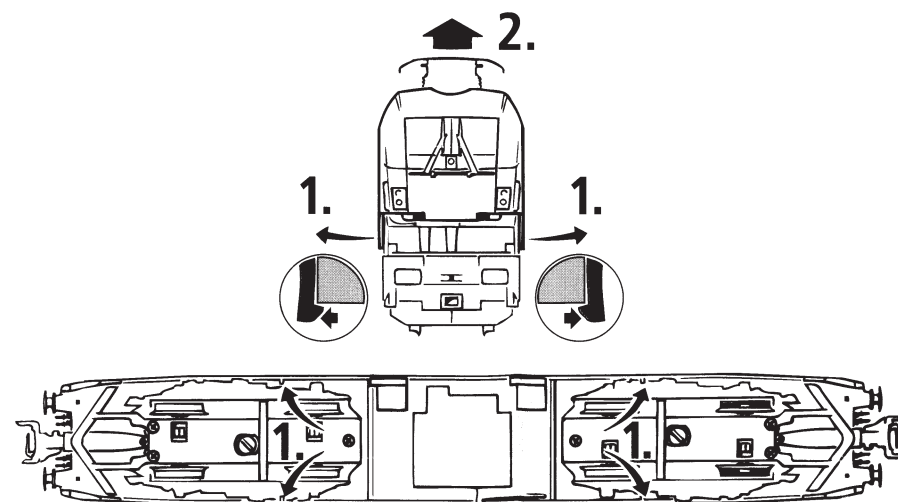

Fig. 4
1. Reinigung der Radstromkontakte: Radstromkontakte können auf unsauberen Schienen leicht verschmutzen. Bitte **entfernen Sie vorsichtig** mit einem kleinen Pinsel **den Schmutz** an den in Fig. 4 gekennzeichneten Stellen. Dazu zuerst den Getriebedeckel abnehmen (Fig. 3).
Les lames de contact risquent de s'encrasser rapidement sur des voies poussiéreuses. Veuillez **enlever la poussière** aux endroits marqués à la fig. 4 après avoir démonté la caisse de votre locomotive fig. 3).
1. Cleaning of wheel contacts: Wheel contacts easily get dirty on tracks which are not entirely clean. Use a small brush to **remove dirt** from spots marked in fig. 4. Prior to this remove loco body (fig. 3).